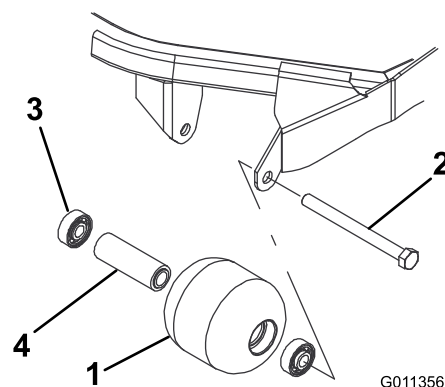

図 17
- ローラ取り付けボルトを外す (図 17)。
- ローラ・ハウジング、ベアリング、ベアリング・スペーサに破損がないか点検する (図 17)。破損している部品を交換し、組み立てを行う。
- 第一のベアリングをローラ・ハウジングに押し込む (図 17)。アウター・レースのみを押すか、インナー・レースとアウター・レースを均等に押すかする。
- スペーサを入れる (図 17)。
- 第二のベアリングをローラ・ハウジングに入れる (図 17) ; このときは、インナー・レースがスペーサに接触するまで、インナー・レースとアウター・レースを均等に押す。